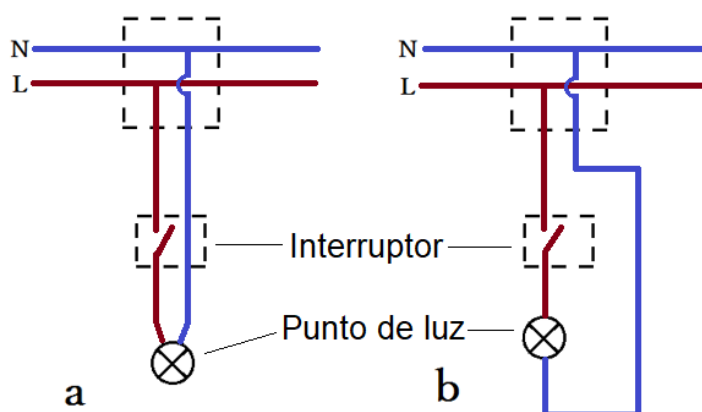

Figura 118. Tipos de instalación de interruptor con punto de luz.
- **Interruptor.** En este caso se pueden dar dos situaciones distintas como se muestra en la Figura 118. A la hora de acceder a un interruptor se puede encontrar la **situación a**, donde por el cajeado del mecanismo pasa tanto la fase como el neutro que va hacia la carga; o bien se puede encontrar la **situación b**, donde el único cableado que se encuentra en su interior es el de la fase que solamente va hacia el interruptor. En el primer caso, en ese cajeado se puede tomar tanto la fase y el neutro con la ayuda de un polímetro. En el segundo caso se hace necesario introducir un nuevo cable para suplir el conductor de neutro que no se haya en el interior del cajeado del interruptor.